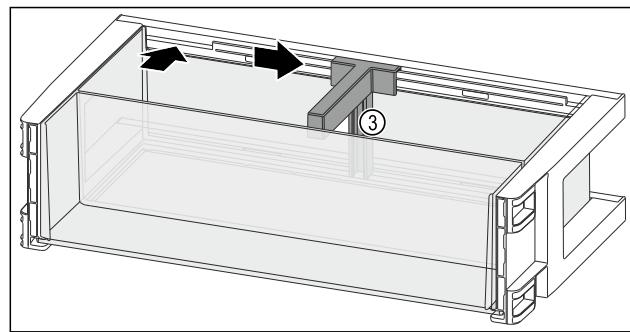

Fig. 145
- ▶ 将瓶托 Fig. 145 (3) 装入槽中。
- ▶ 将瓶托 Fig. 145 (3) 推至一侧的所需位置。